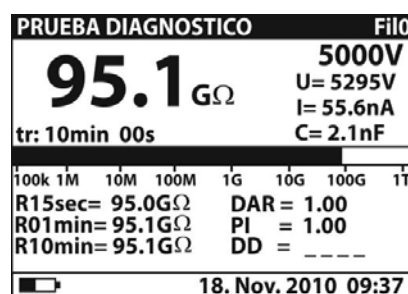
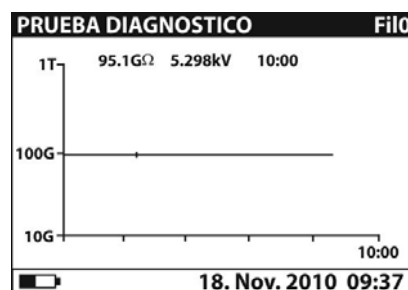

Fig. 30: Pantalla numérica valor medido
Fig. 32: Pantalla gráfica valores medidos
6. Espere el tiempo del Temporizador configurado para la medida. El resultado de la prueba es presente en el visualizador (ver Fig. 30 o Fig. 32) con significado de la función mostrada en la Tabla 6